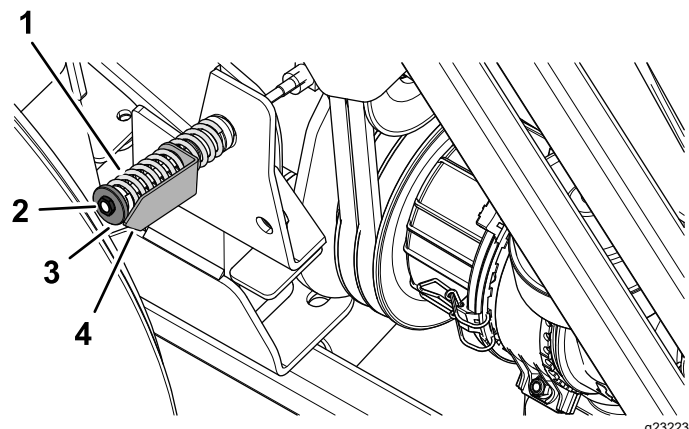

Figure 89
5. Au besoin, tournez l'écrou du tendeur de la poulie de tension jusqu'à ce que la flèche d'indication de tension soit alignée sur la surface extérieure de la rondelle (Figure 89).
8. Desserrez l'écrou du tendeur de la poulie de tension ; voir Figure 89 sous Contrôle de la tension de la courroie de PDF (page 66).